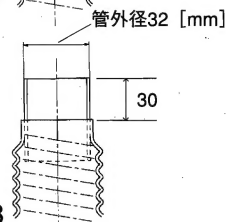

図8
- 3) ジャバラ 管内径が32 [mm] より大きい場合との接続は、ジャバラ端部に外径32 [mm] の短管を差し込み、短管30 [mm] 程度をのこし、粘着テープで固定してください。(図8)